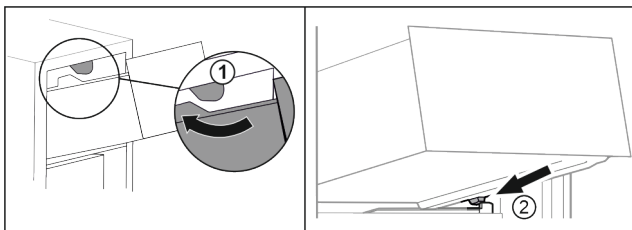

Fig. 18
- ▶ Preved'te zásuvku okolo horných zarážok. Fig. 18 (1)
- ▶ Nasad'te zásuvku šikmo za dolnými zarážkami na rebro nádoby. Fig. 18 (2)